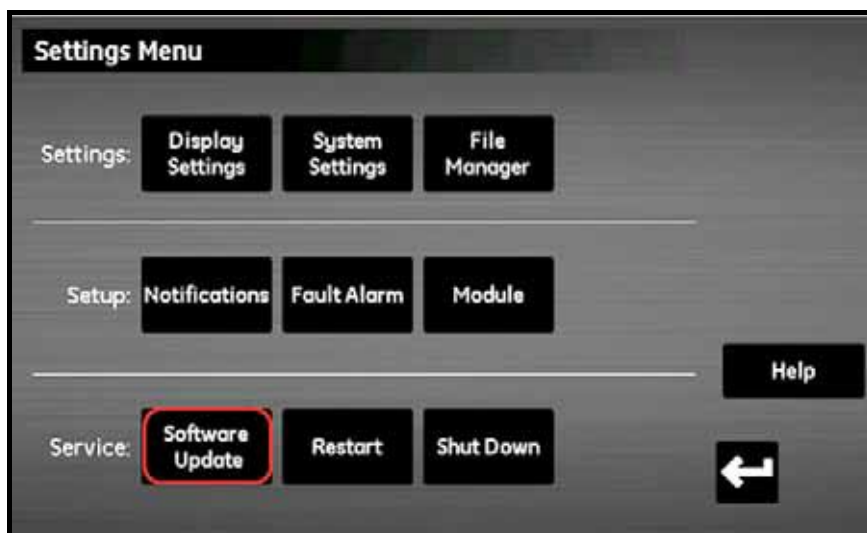

図87：ソフトウェアの更新
5. Service セクション（下図 87 参照）で Software Update ボタンをタップします。Software Update ボタンが灰色表示されている場合には、チェックを行いUSBメモリがUSBポートに正しく差し込まれていることを確認してください。